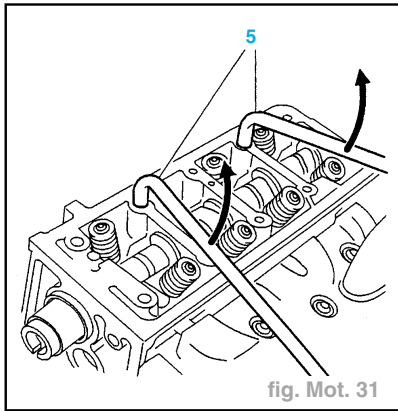

fig. Mot. 31
- Basculer et décoller la culasse à l'aide des leviers (**5**) (fig. Mot. 31).